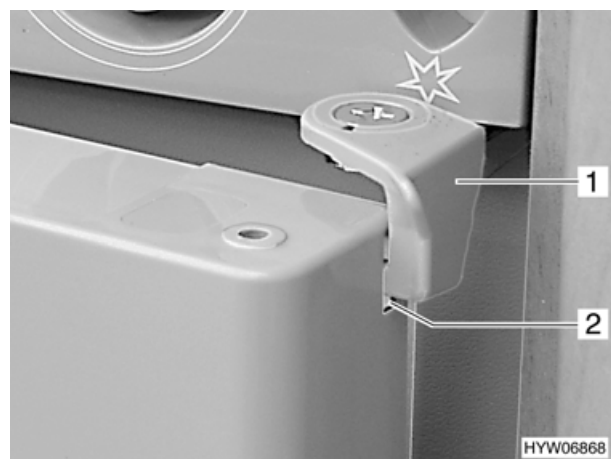

Bild 82 Kühlschranktür in Lüftungsstellung (Variante 1)
- Verriegelung (Bild 82,1) in die Kerbe (Bild 82,2) an der Kühlschranktür einrasten. Die Kühlschranktür bleibt damit leicht geöffnet.